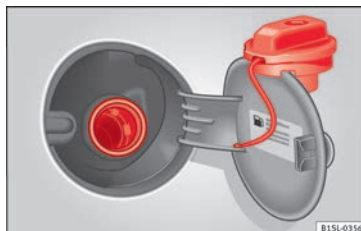

Fig. 39 Tapa del depósito abierta con el tapón enganchado en ella.
- Extraiga el tapón del depósito girándolo en sentido contrario a las agujas del reloj y sujételo en la parte superior de la tapa del depósito »» **fig. 39.**